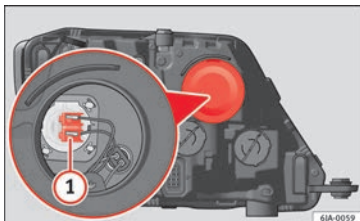

Fig. 90 Substituição da lâmpada dos máximos.
- Extraia o conector » **Fig. 90 ①** puxando para fora.